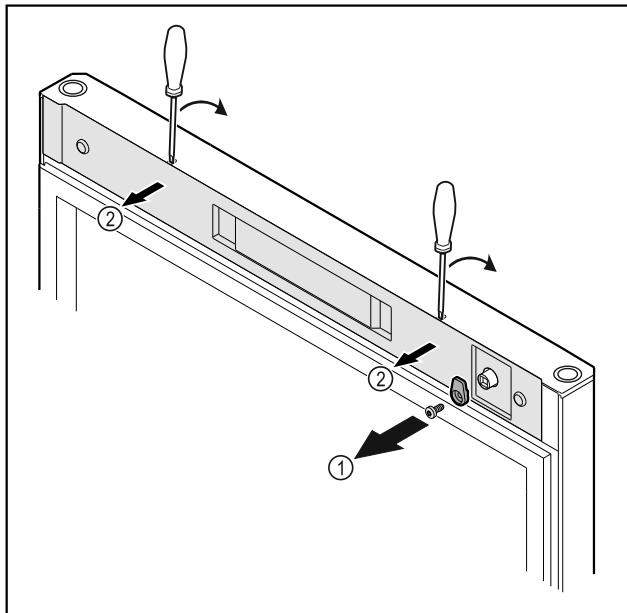

Fig. 12 *
- ▶ Odvrnite kuke za zatvaranje Fig. 12 (1).*
- ▶ Odvojite poklopac Fig. 12 (2) malim odvijačem i skinite ga.*